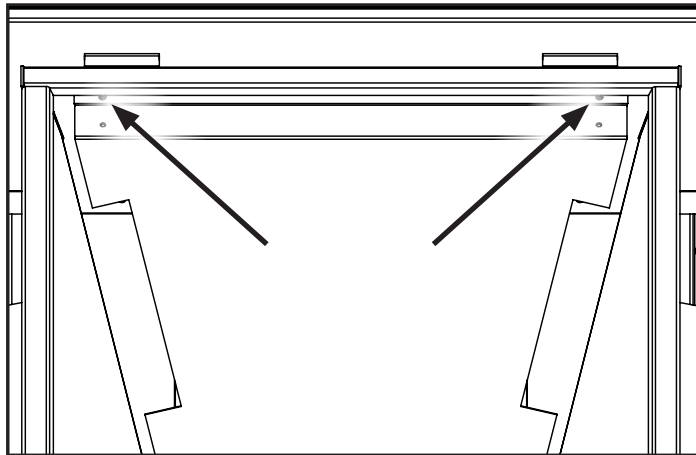

Figure 57. Baffle Screws.
2. Retirez le déflecteur chambre de combustion en dévissant les deux vis indiquées sur la figure 57 avec un tournevis T20. Abaisser l'avant du déflecteur vers le bas puis soulevez-le des deux vis de montage à l'arrière du foyer.